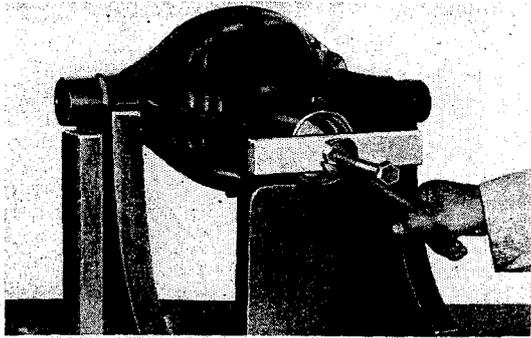
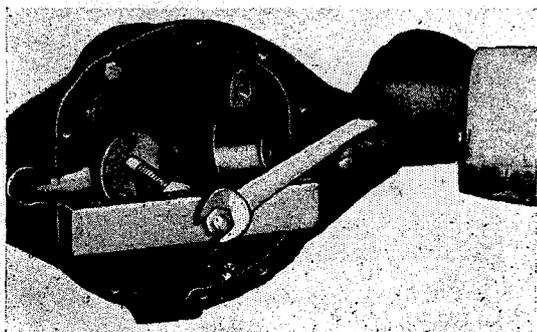
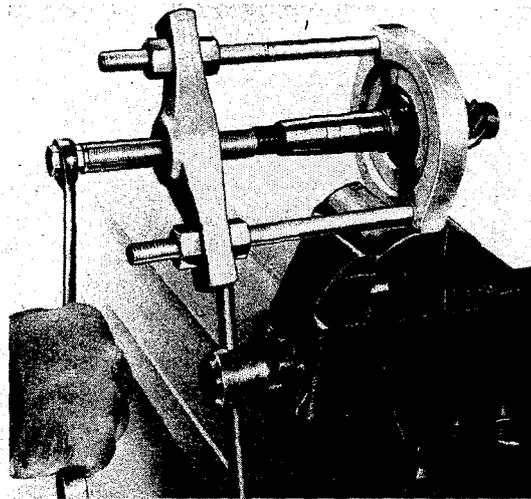
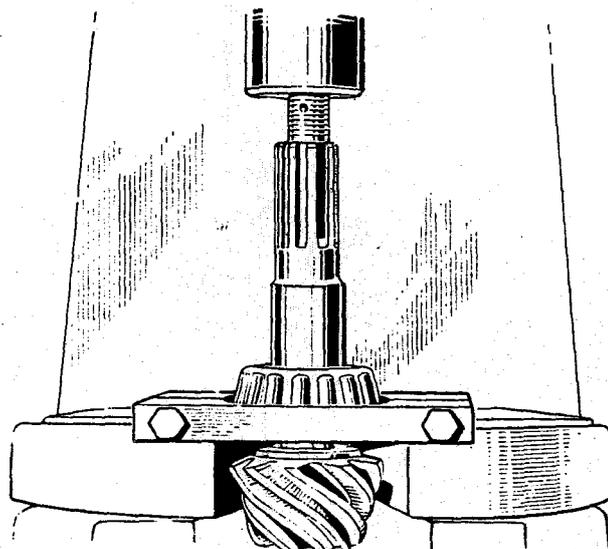

Fig. 174 Ausziehwerkzeug für Lagerring
Fig. 175 Ausziehwerkzeug für Lagerring
Fig. 176 Abzieher für Lager
Fig. 177 Abziehen des Kegelradlagerkonus
13. Entferne die Lagerringe der Kegelradlager mit Werkzeug W - 100, Fig. 174 und Werkzeug W - 100 - 1, Fig. 175.
14. Ziehe den Konus des hintern Kegelradlagers mit Werkzeug W - 106, Fig. 176 ab. Wenn dieses Werkzeug fehlt, kann der Konus mit Hilfe einer Presse abgedrückt werden. Siehe Fig. 177.
Die Lagerringe des Kegelrades werden am besten mit Abzieher W - 100 und W - 100 - 1, Fig. 174 und 175, herausgezogen, wenn sie ersetzt werden müssen. Der Einbau geschieht am besten mit Eintrieblorn W - 99 A und W - 126, Fig. 176 und 179. Für das Einstellen von Kegel- und Tellerrad